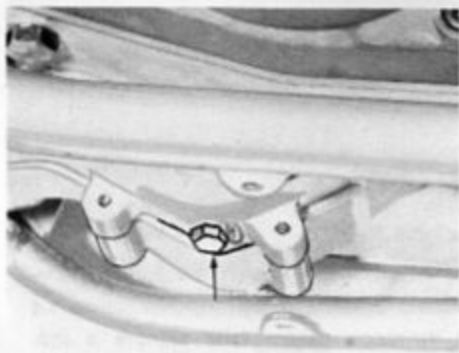

Fig. 10 - Vite scarico olio
- svitare la vite scarico olio posta sotto il motore Fig. 10 (è possibile anche senza togliere la piastra paramotore)